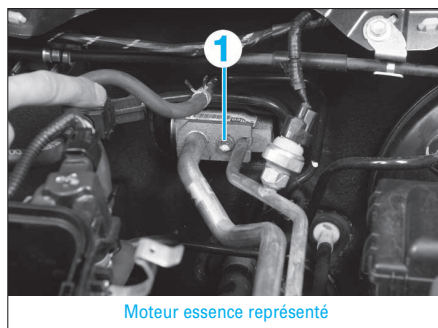

FIG. 8
- Déposer la vis de fixation (1) de la bride de maintien des conduites de réfrigérant (fig. 8).